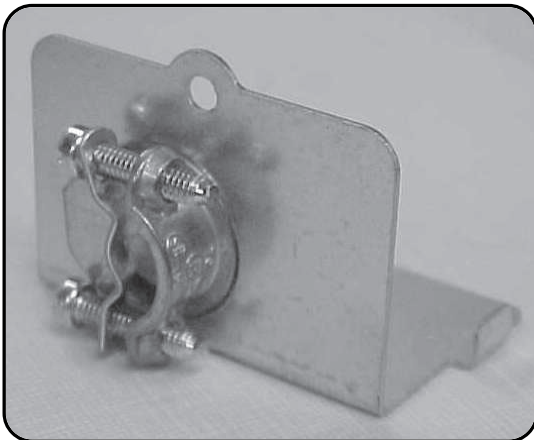

Figure 26/Ilus. 26
- 1) Retrieve the strain relief plate, and install a strain relief (not supplied) into the opening on the strain relief plate. NOTE: Orient the strain relief as shown in Figure 26.
- 1) Retirer la plaque de réducteur de tension et installer un réducteur de tension (non fourni) sur l'ouverture de la plaque de réducteur de tension. **REMARQUE** : Orienter le réducteur de tension comme à la figure 26.
- 1) Recoja la placa de alivio de presión e instale un dispositivo de alivio de presión [*strain relief*] (algo que no proporcionamos) en la apertura de la misma placa. **NOTA**: Acomode el alivio de presión tal como indica en la Ilustración 26.